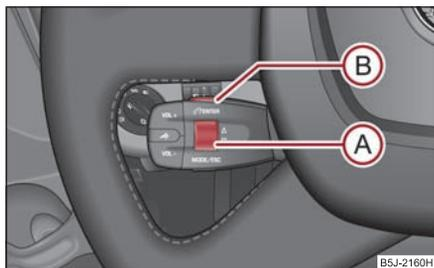

Fig. 134 Módulo multifunción: Teclas de manejo
- Girando despacio la rueda moleteada **(A)** ⇒ fig. 134 Vd. podrá hojear la memoria telefónica en busca de diferentes nombres o menús.